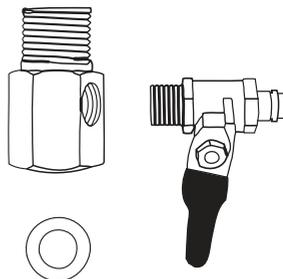

Рис. 9
2.1. Соберите узел подачи воды путем соединения шарового крана с тройником, как показано на **рис. 9**. Используя ленту ФУМ, вверните кран подачи воды в тройник. Будьте предельно осторожны при подсоединении крана — чрезмерное усилие повредит его резьбу. Используйте только гаечный или малый разводной ключ. Не используйте другие материалы для герметизации соединения.